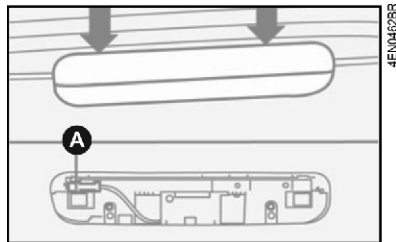

fig. 29
1) presionar los puntos indicados por las flechas **fig. 29** en la tapa del brake-light, que está ubicado sobre el compartimiento de equipajes. Hale de la tapa para quitarlo.